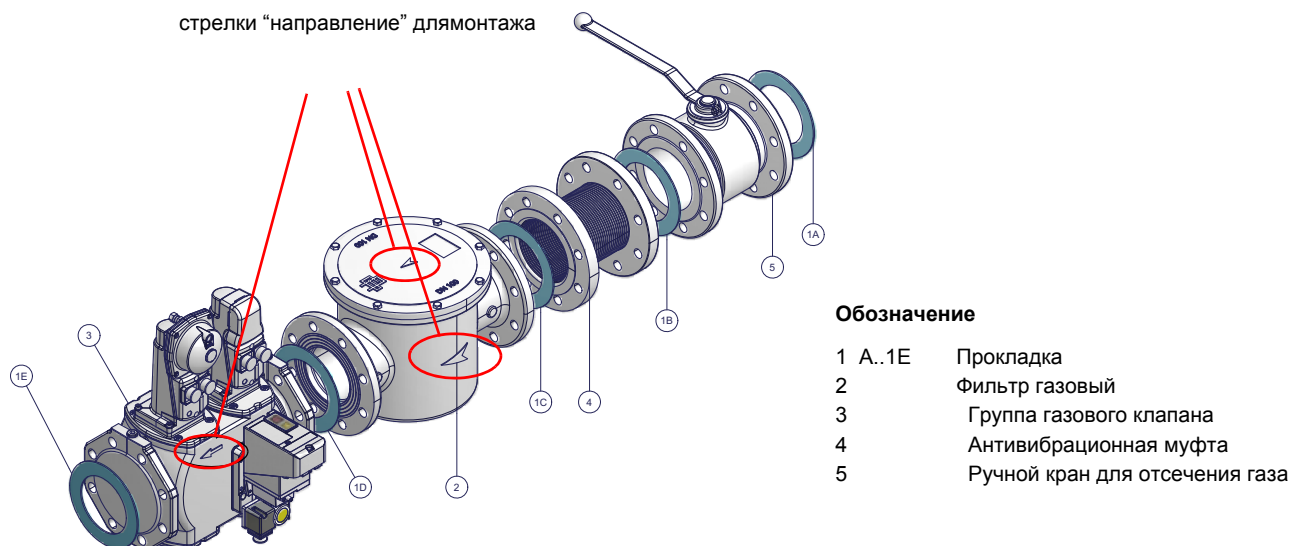

Рис. 8 - Пример газовой рампы
- 1-б) при фланцевых соединениях: между соседними компонентами устанавливать прокладку (Рис. 8), совместимую с используемым газом,
ВНИМАНИЕ: после монтажа газовой рампы согласно схеме на Рис. 8, необходимо провести тестирование на герметичность газового контура, согласно требований действующих нормативов.
ВНИМАНИЕ: после монтажа газовой ramпы согласно схеме на Рис. 8, необходимо провести тестирование на герметичность газового контура, согласно требований действующих нормативов.